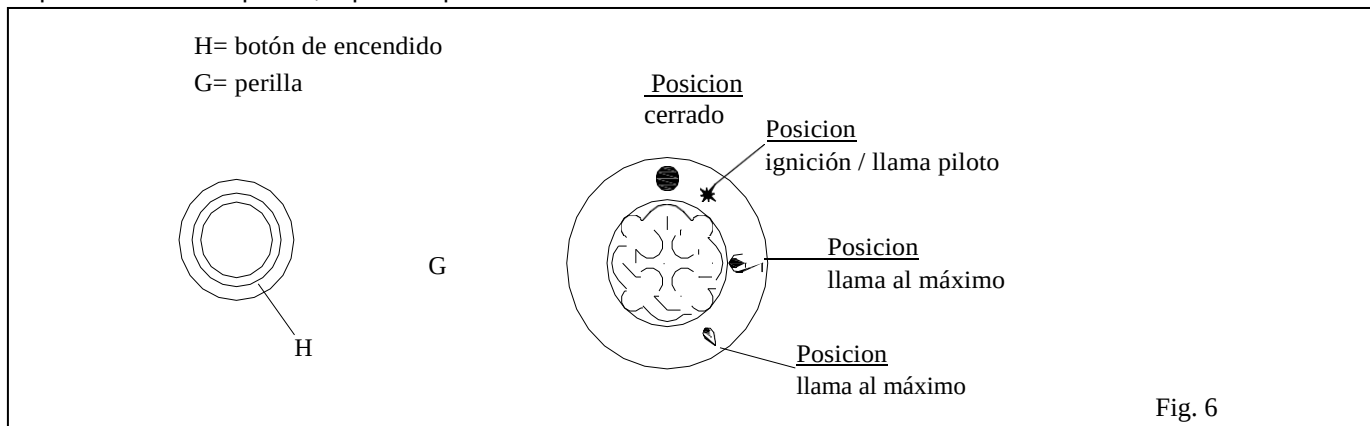

Fig. 6
6.1 Encendido de la llama piloto (Fig. 6)